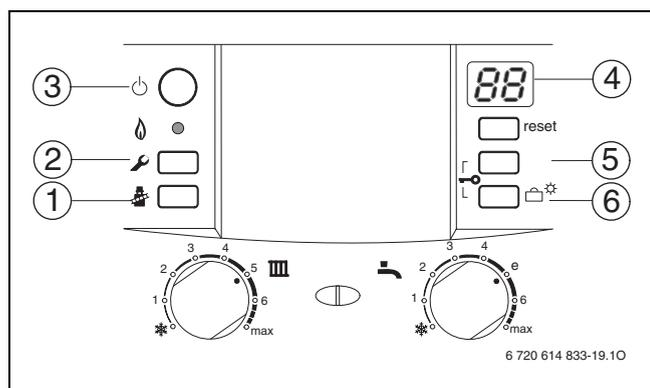

Fig. 39 Panoramica degli elementi operativi
- ▶ Premere più volte il tasto (5) o il tasto (6) (→ fig. 39) finché non viene visualizzata la funzione di servizio desiderata.
- ▶ Premere contemporaneamente i tasti (5) e (6) (→ fig. 39) per 3 sec. (durante quest'operazione il display visualizza) finché il display non mostra nuovamente cifra.lettera, ad es. 8.A .
- ▶ Premere più volte il tasto (5) o il tasto (6) (→ fig. 39) finché non viene visualizzato il valore desiderato della funzione di servizio.
- ▶ Tenere premuti contemporaneamente i tasti (5) e (6) (→ fig. 39, pagina 32) per 3 sec. (il display visualizza ) finché il display non visualizza una funzione di servizio del primo livello ad es. 1.A.